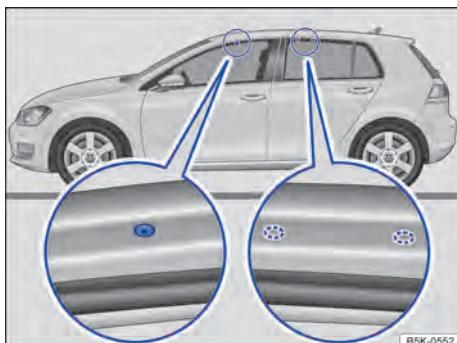

Fig. 102 Pontos de fixação dos suportes de base.
As perfurações para fixação do suporte de base dianteiro se encontram nos lados inferiores das vigas do teto e são fechadas com parafusos de plástico ⇒ Fig. 102 (lupa esquerda), que devem ser desaparafusados antes da montagem.
As marcações para fixação do suporte de base na frente encontram-se nos lados inferiores das vigas do teto ⇒ Fig. 102 (lupa direita).
- Fixar os suportes de base somente nas perfurações e marcações indicadas na figura ⇒ Fig. 102.